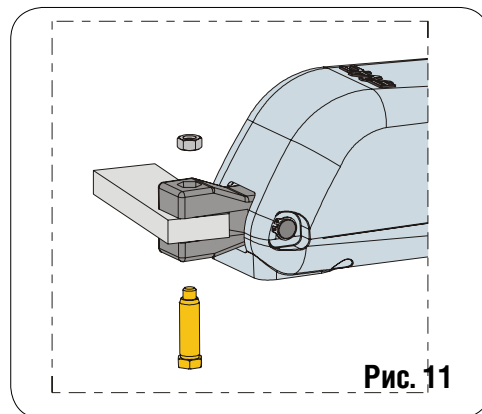

Рис. 11
- 8) Закрепите привод на заднем кронштейне посредством входящих в комплект поставки шпилек, как показано на Рис. 11